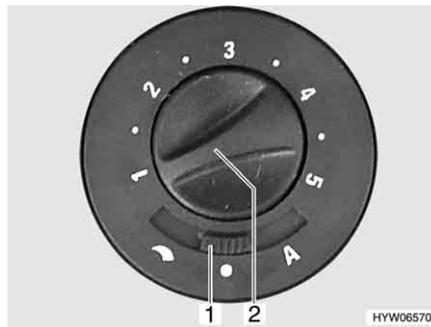

Fig. 128 Conmutador de mando para ventilador de circulación de aire
- Ajustar el conmutador deslizante (Fig. 128,1) en "☾" (regulación manual) o "A" (modo automático).
- Ajustar (regulación manual) o limitar (modo automático) la potencia deseada del ventilador de circulación de aire con el botón giratorio (Fig. 128,2).
- Ajustar el conmutador deslizante (Fig. 128,1) en "●" (Off).